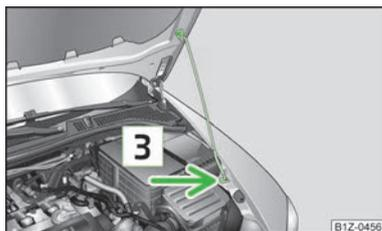

Fig. 132 Seguro del capó con la varilla de apoyo
- Retirar la varilla de apoyo desde la fijación y asegurar el capó abierto colocando el extremo de la varilla en el orificio  » fig. 132 previsto para ello.